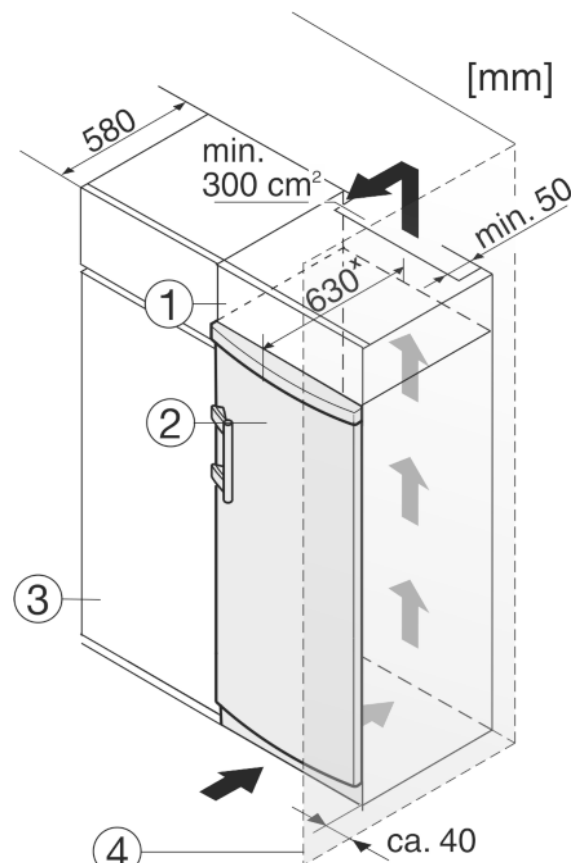

Fig. 10
Het apparaat kan in keukenkasten worden ingebouwd. Om het apparaat Fig. 10 (2) aan de hoogte van het keukenblok aan te passen, kan boven het apparaat een opzetkast Fig. 10 (1) worden aangebracht.
Bij een ombouw met keukenkasten (diepte max. 580 mm) kan het apparaat direct naast de keukenkast Fig. 10 (3) worden geplaatst. Het apparaat steekt aan de zijkant 34 mm × en in het midden 50 mm × uit ten opzichte van het keukenkastfront.
Plaatst u het apparaat met de scharnierkant naast een muur *Fig. 10 (4)*, dan moet de afstand tussen apparaat en muur minstens 40 mm bedragen. Dit in verband met het uitsteken van de deurgreep bij een geopende deur.